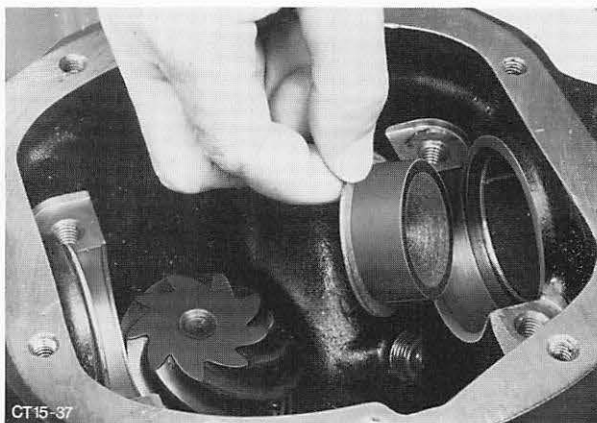

Abb. 87 Druckstücke einlegen
39. Beide Druckstücke wieder in die Achsrohre schieben, Abb. 87. Ausgleichgetriebe mit Lageraußenringen in das Achsgehäuse legen. Lagerdeckel aufsetzen. Schrauben festziehen und wieder lösen, mit dem Schlüssel auf leichten Anschlag bringen.